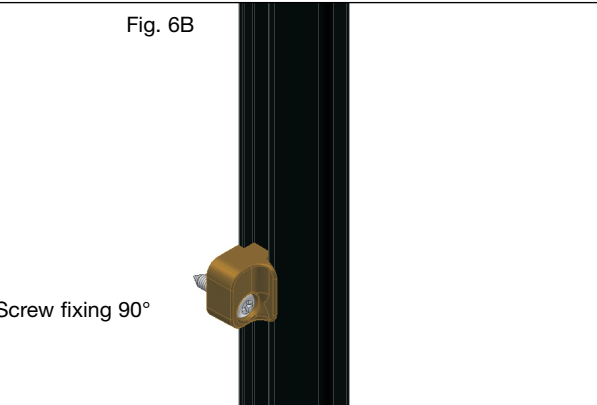

Fig. 6B
**The fixing kit (also 90°, fig. 6B) for static installation must be ordered separately.**
**① Anschlüsse**
**Das Montage-Kit (auch 90°, fig. 6B) für die statische Montage ist gesondert zu bestellen.**
**① Tilslutninger**